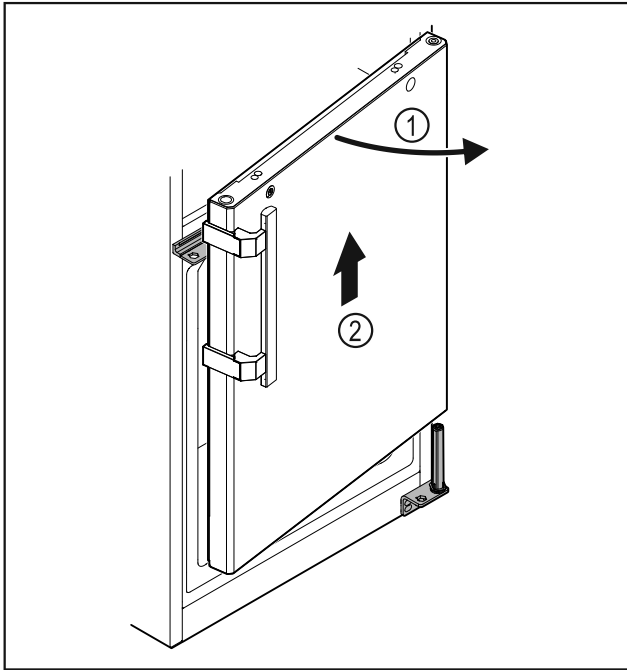

Fig. 34
- Deur Fig. 34 (1) iets openen, circa 200 mm recht omhoog tillen en verwijderen Fig. 34 (2).